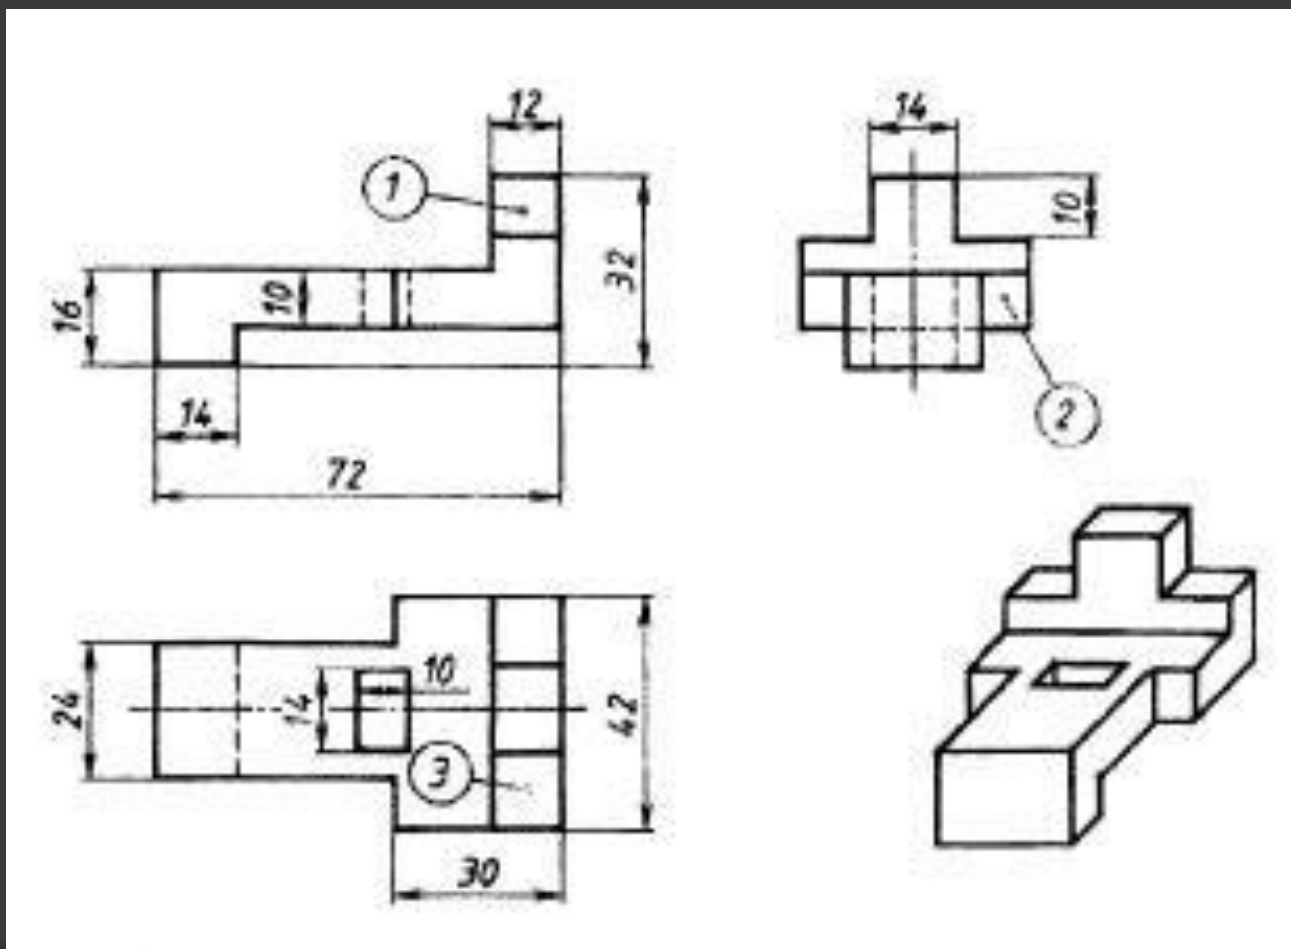

Рис. 148. Упор
3. Прочитайте чертеж детали (рис. 148), переснимите на кальку и отметьте на видах: